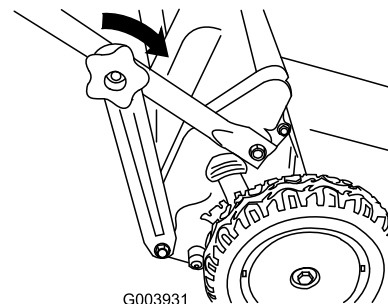

Figura 17
3. Montate le manopole della sezione inferiore della stegola e serratele a fondo (Figura 17).